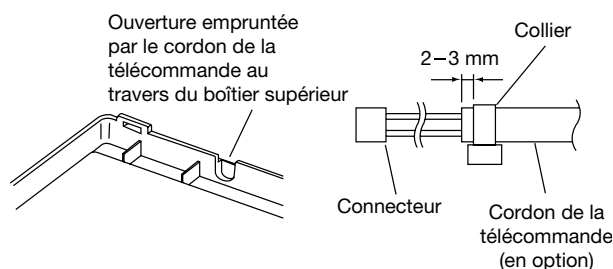

Fig. 3-24
2. Pour faire passer ultérieurement les câbles du récepteur à travers le boîtier supérieur (pièce fine sur le centre supérieur), découpez une encoche de la même taille que le fil de la télécommande (en option) à l'aide d'une pince ou d'un autre outil similaire. (Fig. 3-24)